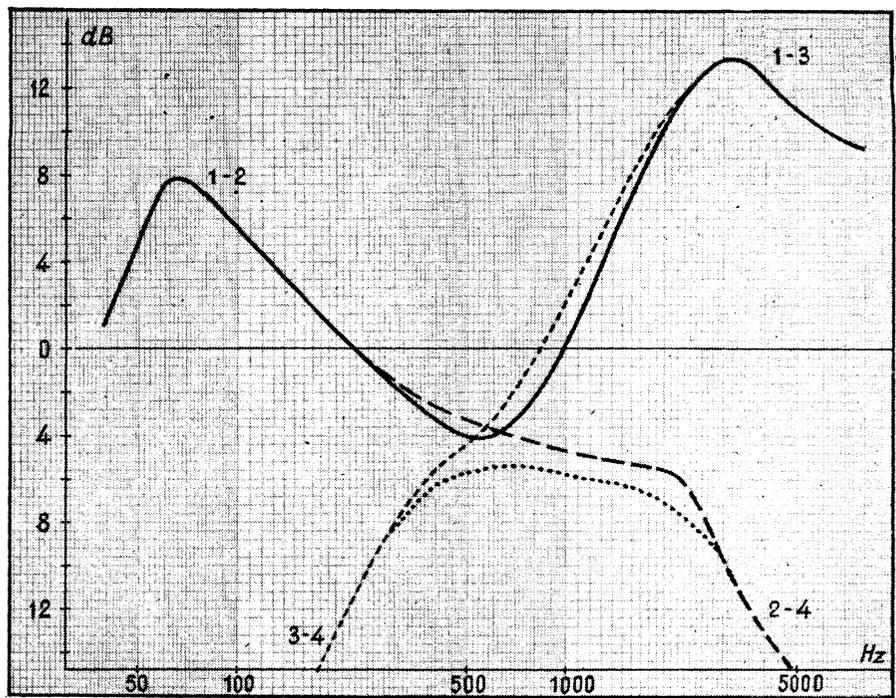
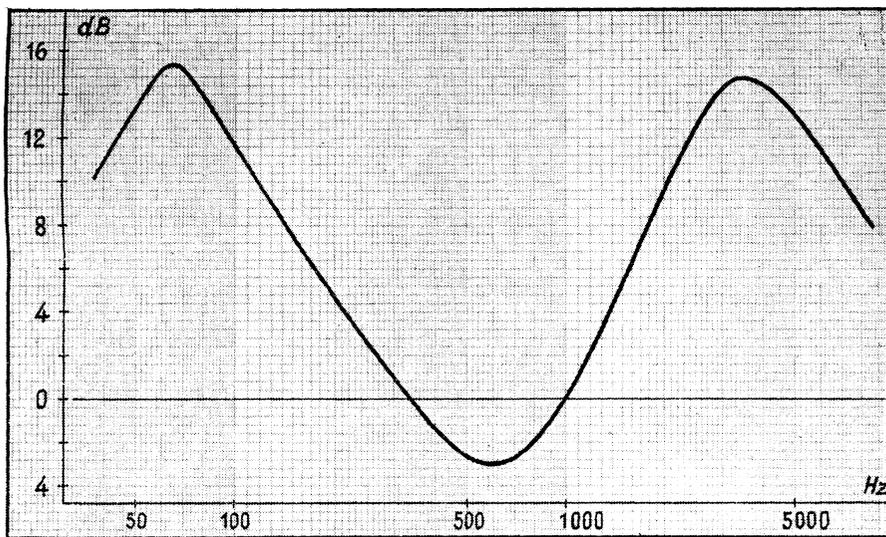

Fig. 2. — Courbes de réponse de l'amplificateur de la figure 1, pour les quatre combinaisons de positions extrêmes des potentiomètres de tonalité.
Fig. 3. — Courbe montrant l'influence de la correction dite « physiologique ».
12. — Prendre ensuite du papier dit « semi-logarithmique à 3 modules » et porter les différentes fréquences horizontalement (fig. 2), suivant la graduation logarithmique, et les décibels verticalement, en graduation linéaire, en adoptant une échelle quelconque, qui peut être beaucoup plus « tassée » que celle de la figure 2 ;
On obtient, de cette façon, les quatre courbes de la figure 2, dont l'allure n'est pas parfaite, mais que nous n'avons pas à critiquer ou à analyser ici, notre but étant, pour l'instant, d'apprendre à relever les courbes.
Nous avons, ensuite, procédé exactement comme pour relever les courbes de la figure 2, et avons abouti, toutes opérations effectuées, à la courbe de la figure 3, qui montre, comparée à la courbe 1 de la figure 2, un relèvement beaucoup plus prononcé des fréquences basses.
semblable, sous ce rapport, à ceux qu'on peut voir aujourd'hui, fut par exemple tel **Apex** de 1931, dont nous donnons (fig. 3) le schéma des parties intéressantes. L'essentiel, en effet, s'y trouve : la tension négative variable prélevée aux bornes de la résistance de détection est appliquée aux grilles de deux lampes à pente variable par l'intermédiaire d'un circuit R-C à constante de temps élevée. Ce circuit est évidemment nécessaire pour éliminer les variations rapides et éviter la démodulation produite par l'application, aux grilles commandées, de la tension à basse fréquence. On est néanmoins appelé à réduire beaucoup cette constante de temps, en réduisant C jusqu'à une valeur de l'ordre de 0,01  $\mu$ F (10 nF) lorsqu'il s'agit de combattre le « fading rapide » des ondes courtes, sans quoi la variation de la tension de commande ne s'effectuerait pas assez vite pour suivre les fluctuations de la puissance du signal. Autrement dit, la **réponse** serait trop lente.
Fig. 3. — Un récepteur Apex de 1931, employant une triode en diode et des lampes à écran à pente variable, réalise un dispositif encore très répandu actuellement sur la plupart des récepteurs